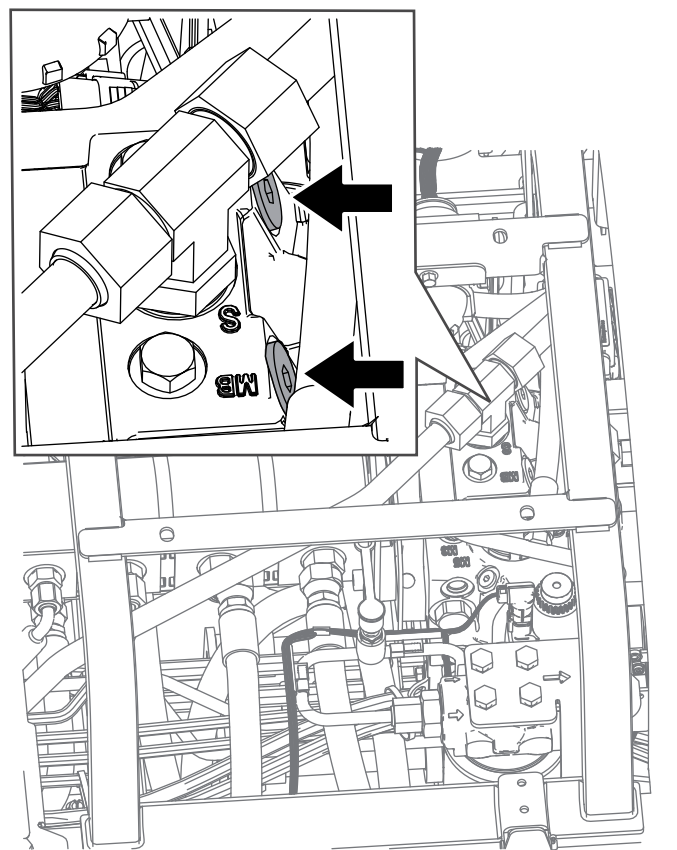

図 62
2. 運転席の下と гидロスタットの上部にあるバイパスバルブを見つける 図 62。